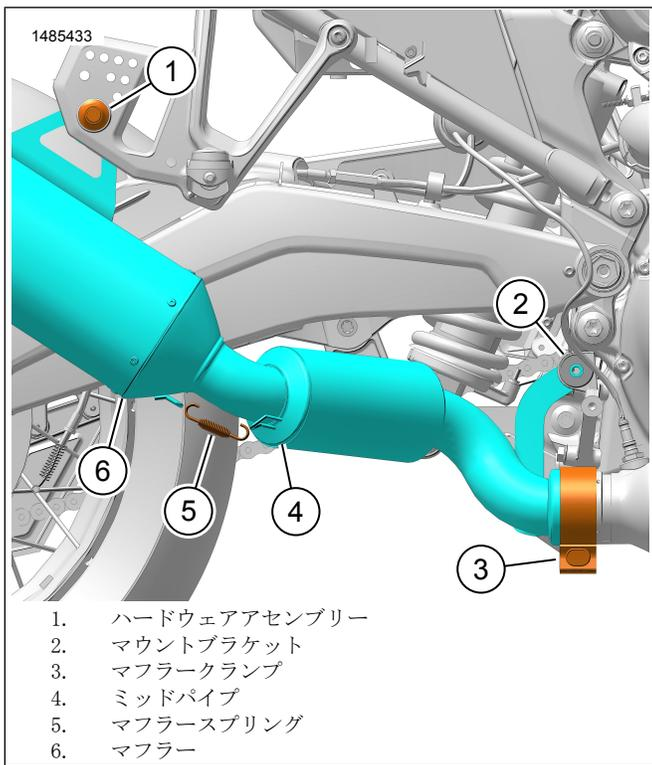

図4。ScreaminEagleマフラーアセンブリー
1. 図4ミッドパイプ(4)をマフラー(6)に取り付けます。